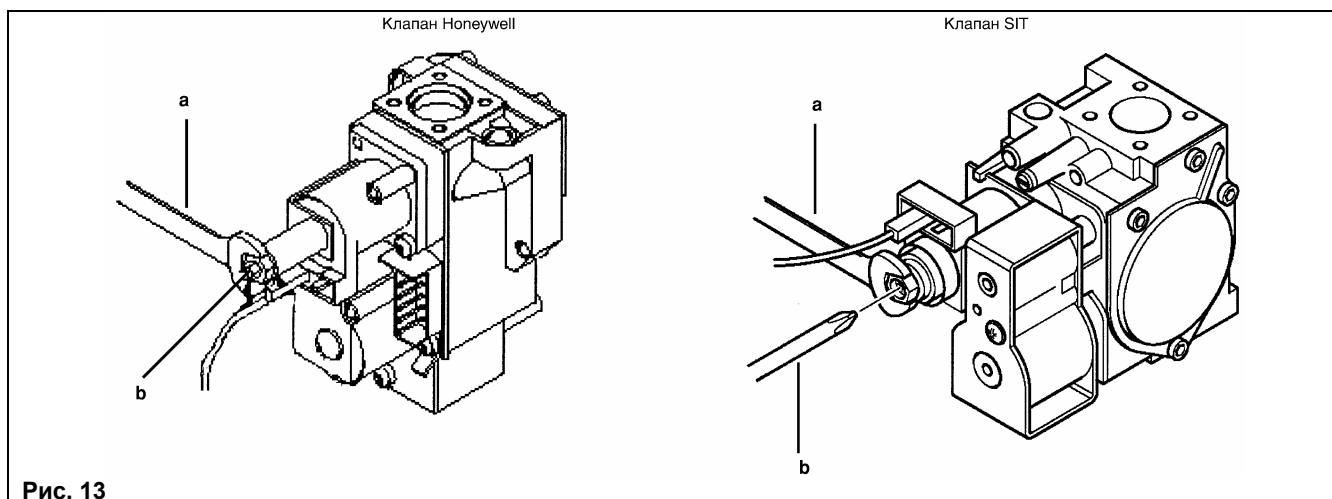

Рис. 13
- Проверить давление газа на горелке согласно таблице 1 для соответствующей модели котла и соответствующего типа газа. При необходимости снять крышку модулятора (позиция 4, рис.12) и поворачивать латунный винт (винт **a**, рис.13) до достижения давления, указанного в таблице 1 для соответствующей модели котла и соответствующего типа газа.
- Отсоединить провод питания модулятора. Котел перейдет в режим минимальной мощности. Проверить давление газа на горелке согласно таблице 1 для соответствующей модели котла и соответствующего типа газа. При необходимости и поворачивать винт (винт **b**, рис.13) до достижения давления, указанного в таблице 1 для соответствующей модели котла и соответствующего типа газа.
<p>Положение «OFF» приведенных ниже переключателей обозначает: GPL режим работы котла на природном газе (метане) T-off минимальное время между двумя включениями котла по контуру отопления составляет 3 мин.</p>	 <p>Рис. 13а</p>
<p>Положение «ON» приведенных ниже переключателей обозначает: GPL режим работы котла на сжиженном газе T-off минимальное время между двумя включениями котла по контуру отопления составляет 10 секунд</p>	 <p>Рис. 13б</p>